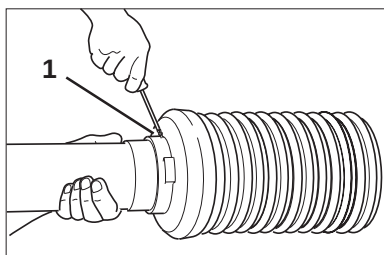

Fig. 5.2
- borgschroef (fig. 5.2/1) losdraaien